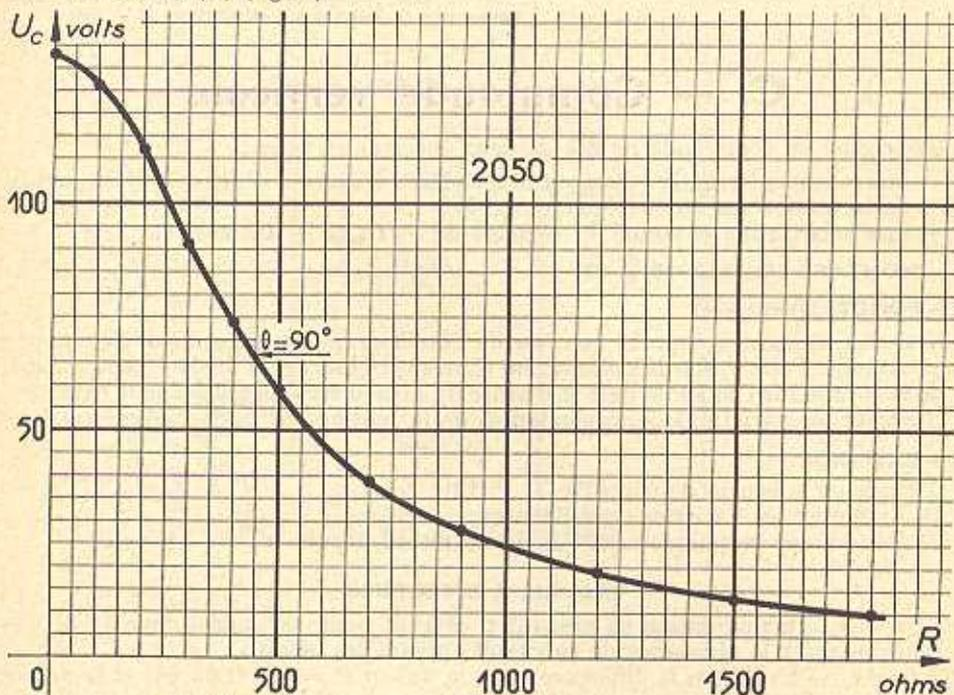

FIG. 7. — Pour  $U_c = \frac{133}{2}$  volts, on obtient  $\theta \approx 90^\circ$  (procédé de réglage pour la commande verticale).
Courbe  $U_c(R)$  (fig. 7).
- une tension alternative d'amplitude modérée  $U_m$  et déphasée de  $90^\circ$  en arrière de la tension anodique (légende, fig. 7) ;